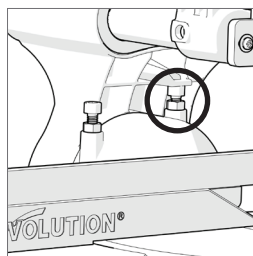

Abb. 14
- Lösen Sie die Feststellmutter der Einstellschraube für den Neigungswinkel. (**Abb. 14**)